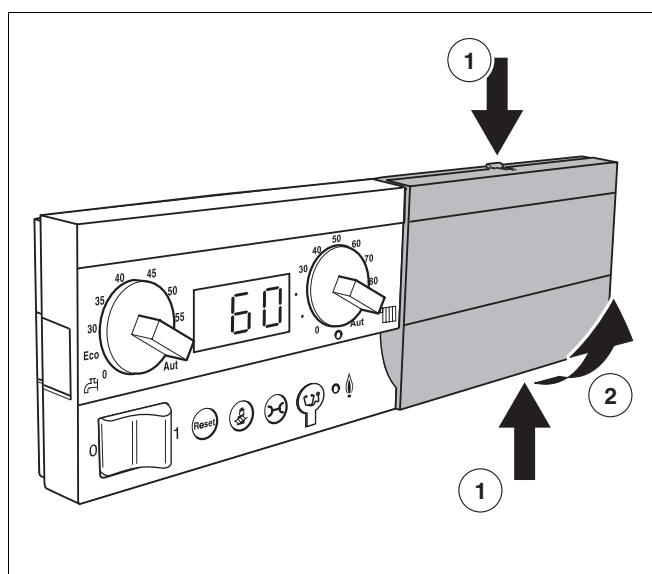

Рис. 1 Снятие крышки
- Одновременно нажать на фиксирующие язычки сверху и внизу на крышке (рис. 1, поз. 1).
- Снять крышку с корпуса по направлению стрелок (рис. 1, поз. 2).